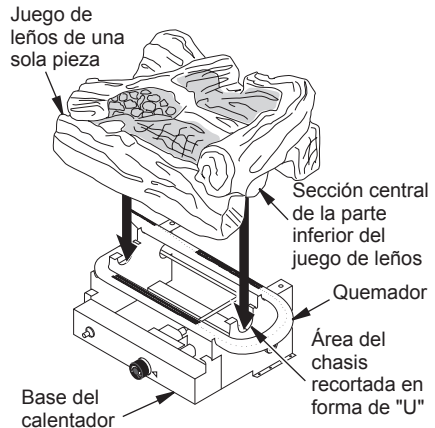

Figura 14 - Instalación del juego de leños de una sola pieza de la estufa
1. Coloque el leño de una sola pieza sobre la base del calentador, como se muestra en la figura 14. Asegúrese de que la sección central de la parte inferior del leño coincida con el área recortada en forma de "U" en el centro de la base del calentador. El leño se ajustará firmemente en la base.
IMPORTANTE: asegúrese de que el leño no cubra ninguno de los orificios del quemador y que no toque la cavidad de la estufa (consulte la figura 14).